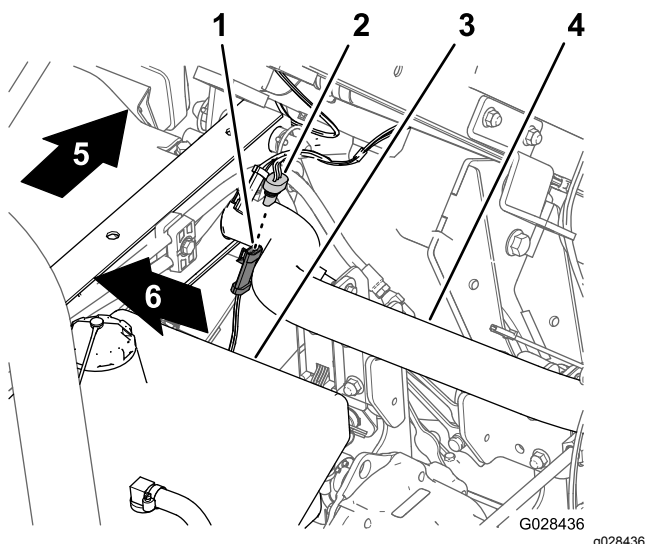

Рисунок 17
1. На жгуте проводов опрыскивателя найдите 3-гнездовой разъем для цепи датчика скорости (Рисунок 17).
- Вставьте 3-штыревой разъем жгута проводов машины, используемый для датчика скорости, в 3-гнездовой разъем жгута проводов опрыскивателя, используемый для датчика скорости (Рисунок 17).